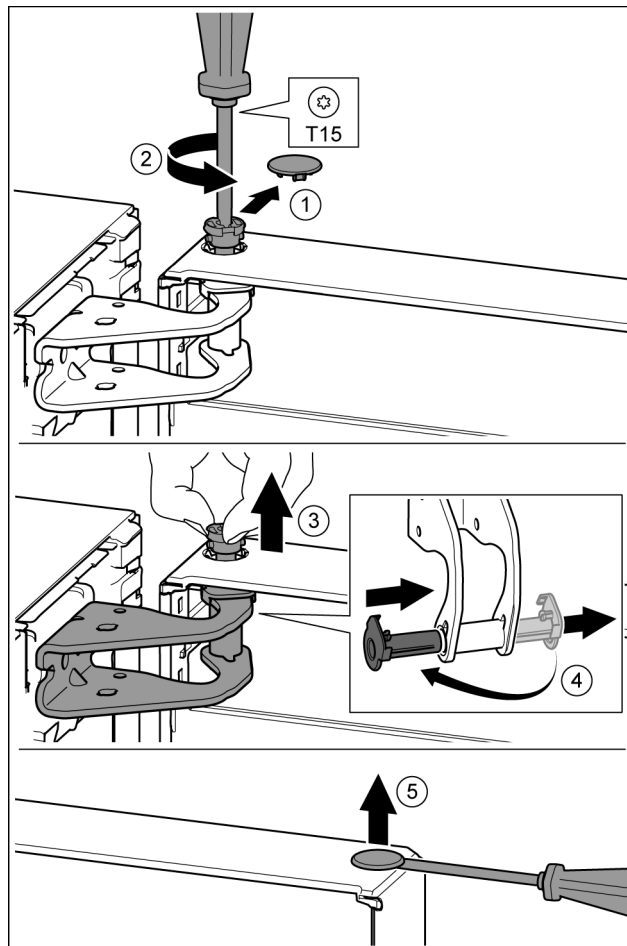

Fig. 13
- Sicherungsabdeckung vorsichtig abziehen. Fig. 13 (1)
- Bolzen mit Schraubendreher T15 ein Stück herausdrehen. Fig. 13 (2)
- Tür festhalten und Bolzen mit den Fingern herausziehen. Fig. 13 (3)
- Lagerbuchse aus Führung ziehen. Von der anderen Seite einsetzen und einrasten. Fig. 13 (4)
- Stopfen aus der Türlagerbuchse vorsichtig mit einem Schlitzschraubendreher anheben und herausziehen. Fig. 13 (5)